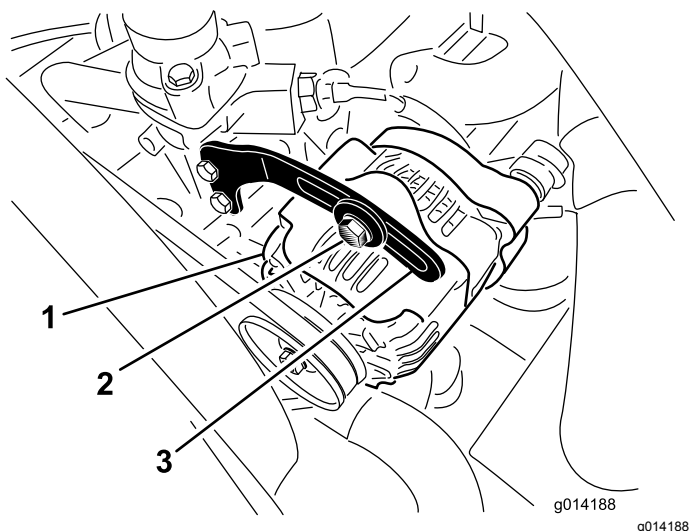

Figura 48
2. Verifique a tensão da correia do alternador, premindo-a (Figura 48) até meio caminho entre as polias do alternador e do cárter com uma força de 10 kg.
3. Desaperte o parafuso que prende o suporte ao alternador (Figura 48) e o parafuso da articulação do alternador.